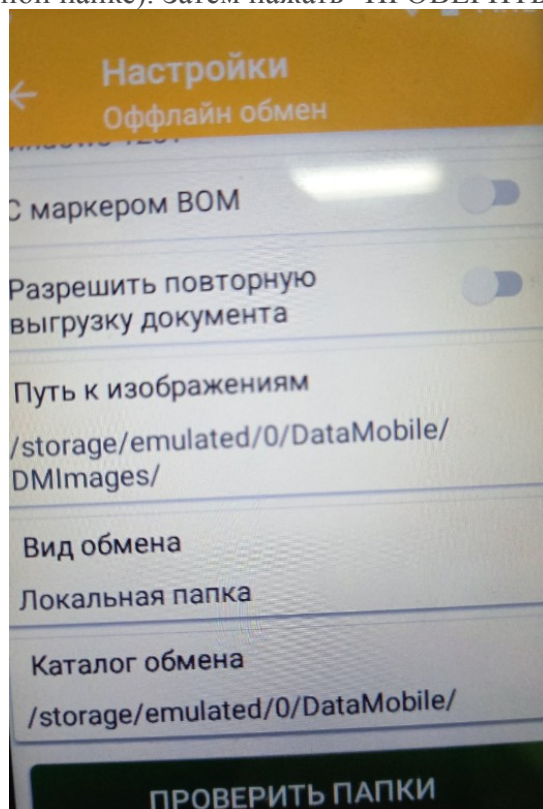

Рис. 11
2.3.2. Для указания параметров подключения к локальной папке, через которую будет производиться ручной обмен с ПК необходимо зайти в меню на терминале (бургер-меню в левом верхнем углу), затем щелкнуть по шестерёнке, затем перейти на вкладку "Обмен", затем щелкнуть "ОФФЛАЙН ОБМЕН". Там надо выбрать Вид обмена: "Локальная папка" (ниже появятся настройки подключения к локальной папке). Затем нажать "ПРОВЕРИТЬ Папки" (рис.11).